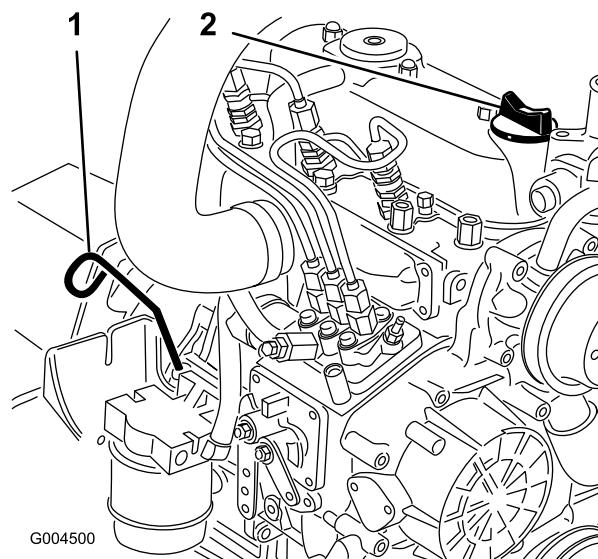

Figura 40
3. Togliete l'asta di livello (Figura 40), tergetela e reinseritela. Rimuovete l'asta e controllate il livello dell'olio.
4. Se il livello dell'olio non raggiunge il segno di pieno, togliete il tappo di riempimento (Figura 40) e rabboccate con olio fino a portarlo al segno Full sull'asta di livello.